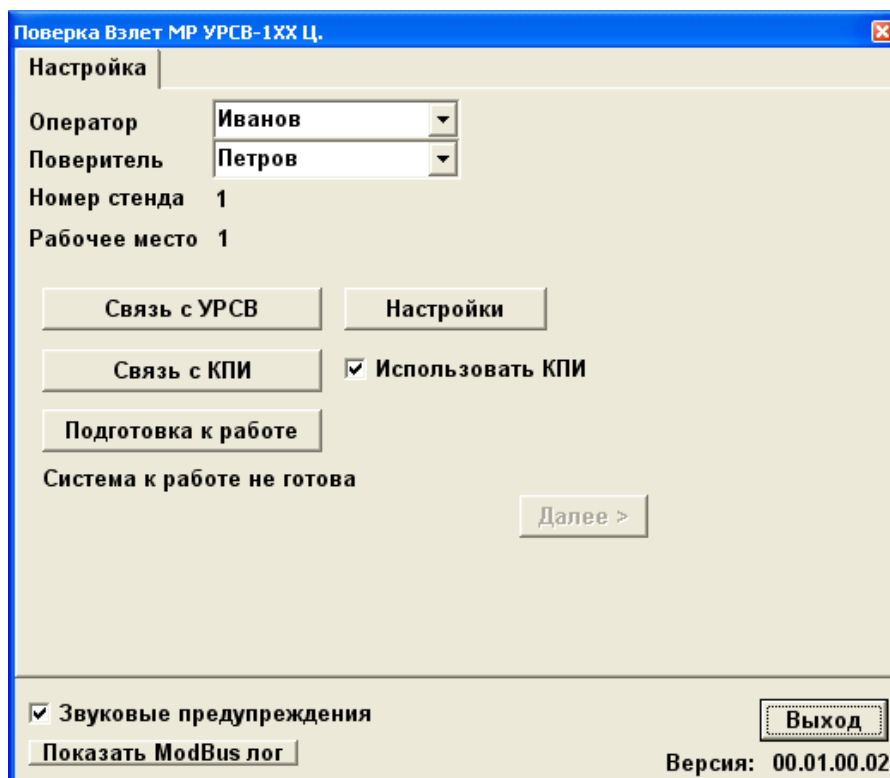

Рис. 39. Основное окно программы после запуска
- 2.7.1. На компьютере запустите программу «Поверка ВЗЛЕТ МР УРСВ-1хх ц». На экране монитора появится основное окно программы (рис. 39).